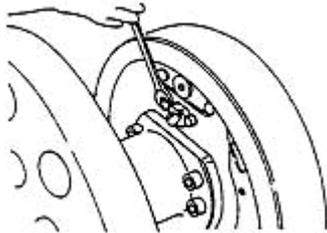

Рисунок 2-15
(5) Снимите тормозной трубопровод с тормозного цилиндра. Затем выкрутите монтажный болт тормозного цилиндра, после чего снимите тормозной цилиндр с опорного диска тормоза. См. Рис. 2-15